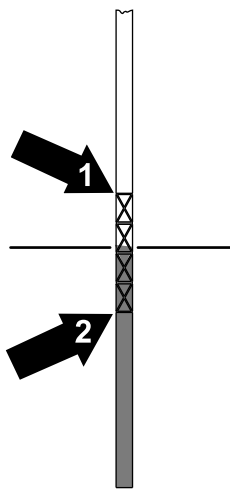

Figura 55
5. Retire el tapón de la varilla y compruebe el nivel de fluido (Figura 55).
6. Si el nivel de fluido está por debajo de la marca inferior de la varilla, añada fluido hidráulico del tipo especificado al depósito. Introduzca el tapón de la varilla en el depósito y repita los pasos 3 a 5 hasta que el nivel de fluido esté entre las marcas superior e inferior (Figura 55) de la varilla.